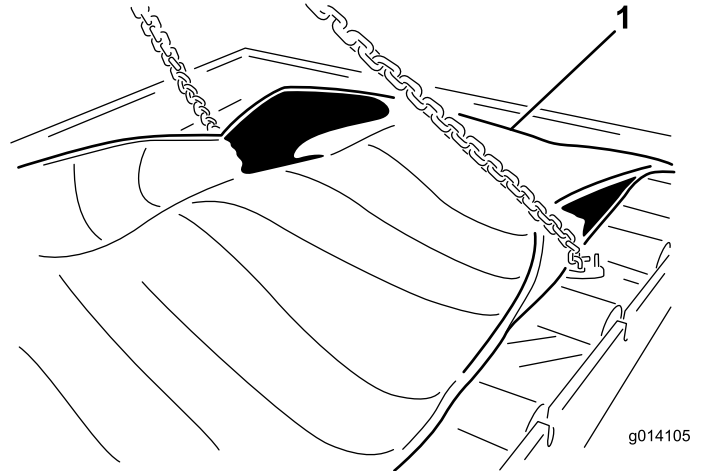

Bild 59
23. Entfernen Sie die 24 Schrauben, um den Einsatz zu lösen (Bild 59).